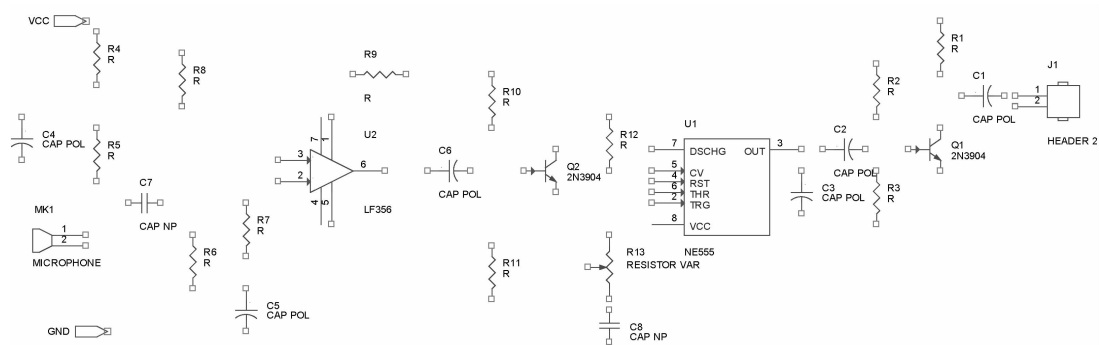

图 6-283 在新建图页 FC 上摆放元件
1) 在项目管理器中双击图页“FC”，进入原理图编辑环境，按照前面讲解的方法摆放元器件，如图 6-283 所示。